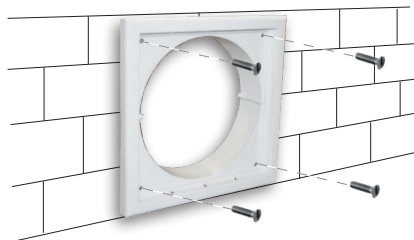

fig.3
5) Fissare la ghiera praticando quattro fori sulla parete e utilizzando le quattro viti 4 x 30 e quattro tasselli incluse nella fornitura. (vedi fig.3)
pic.3 / fig. 3
- 4** Fissare la parte posteriore della griglia alla parete con viti 4x30 incluse. (vedi fig.3)